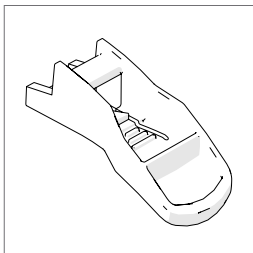

Fig. 2b
- Comutatorul de blocare pozitiv al opririi. (**Fig. 2b**)